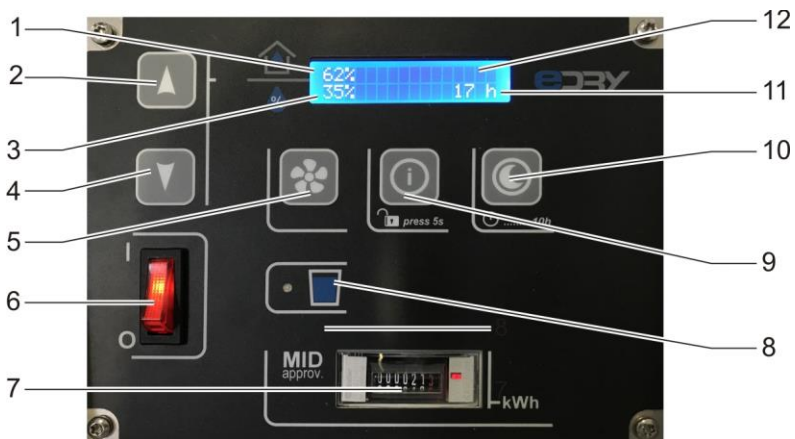

Abb. 8: Bedienfeld
3. Drücken Sie die Ein-/Ausschalttaste (Abb. 8, Pos. 6) auf dem Bedienfeld. Wenn der Luftentfeuchter korrekt angeschlossen ist und die vorhandene Feuchte höher als der eingestellte Feuchtwert ist, beginnt der Luftentfeuchter zu arbeiten. Die letzten Werte von Hygrostat, Sprache und Lüfterstufe werden gegebenenfalls übernommen.